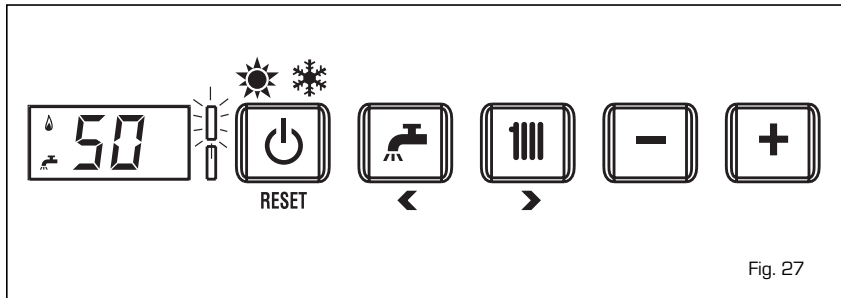

Fig. 27
1.3.3 REGULATION OF THE D.H.W. TEMPERATURE [fig. 27]